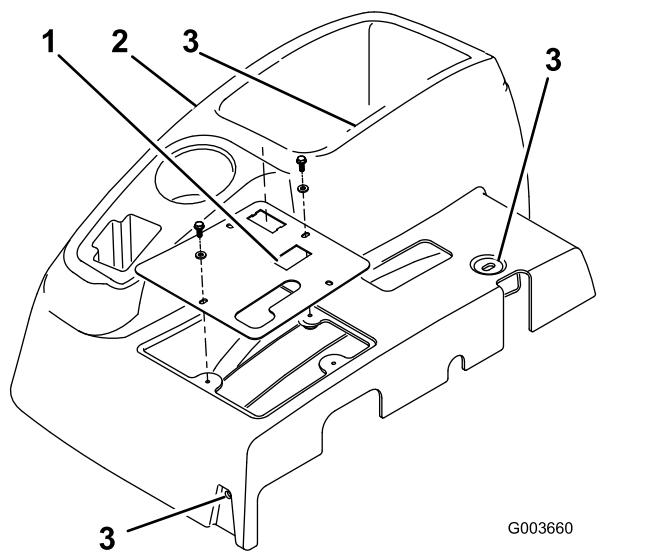

图 1
3. 拆下将控制面板安装到控制台的 4 个垫圈和螺栓图 1。
5. 卸下控制台图 1。
6. 拆下将控制台固定到机架的 3 个螺栓图 1。轻轻沿支撑托架提起控制台的底部边缘并向上滑离刹车手柄从而拆下控制台。